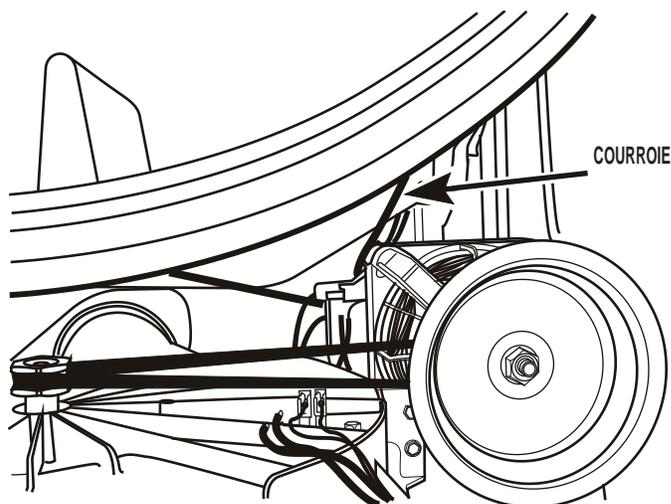

FIGURE 4
8. Par l'arrière du moteur d'entraînement, pousser le bras de la poulie de tensionnement pour éliminer la tension du ressort sur la courroie; dégager la courroie de la poulie de tensionnement et de la poulie du moteur. Consulter la *Figure 4*.